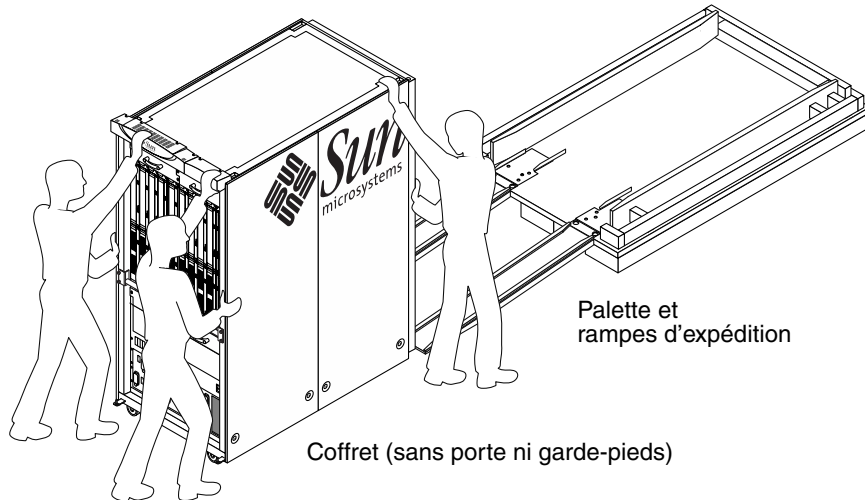

FIGURE 4-3 Rampes installées sur le plancher de la palette
3. Alignez les roulettes du coffret sur les extrémités des rampes (voir FIGURE 4-3).